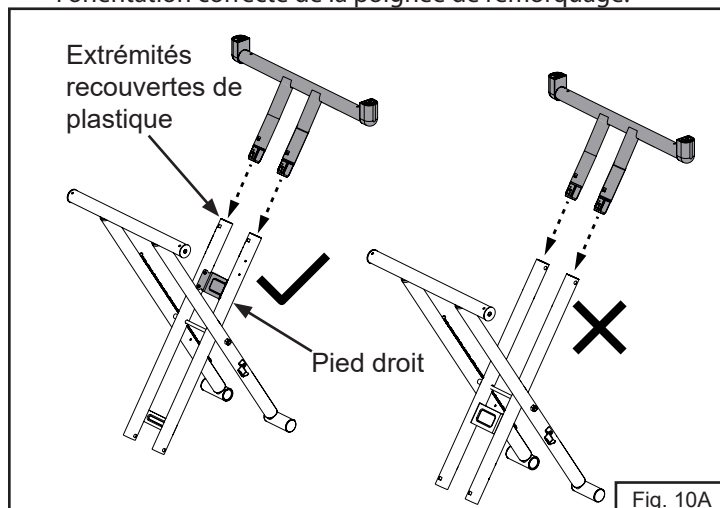

Fig. 10A
8. Insérez la poignée de tirage dans le pied droit (Fig. 10A).
NOTE : Veuillez vous référer à la Fig. 10A et à la Fig. 10B pour l'orientation correcte de la poignée de remorquage.